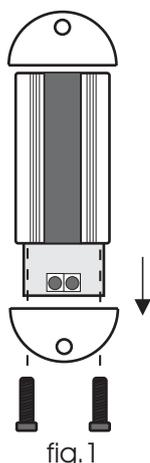

fig.1
1) Togliere dal trasmettitore e dal ricevitore i tappi con l'asola per il passaggio dei cavi ed estrarre la parte ottico/elettronica (fig. 1).